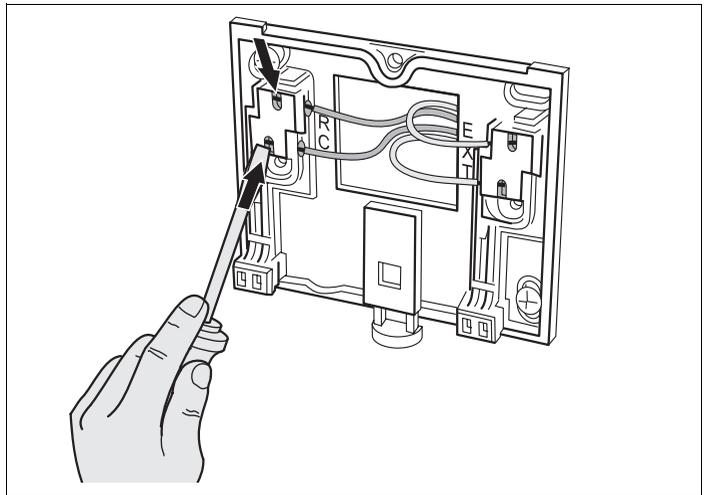

Fig. 5 *Staccare i collegamenti elettrici*
- Per sganciare i cavi, premete i morsetti all'interno della fessura, usando un cacciavite (fig. 5).